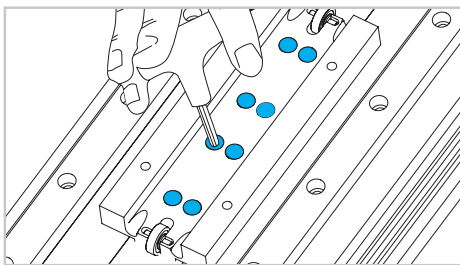

Fig. 8
- 9) Faire glisser la partie supérieure du chariot pour avoir accès à la partie intérieure. Desserrer les vis et soulever la pièce qui a été libérée (Fig. 8)